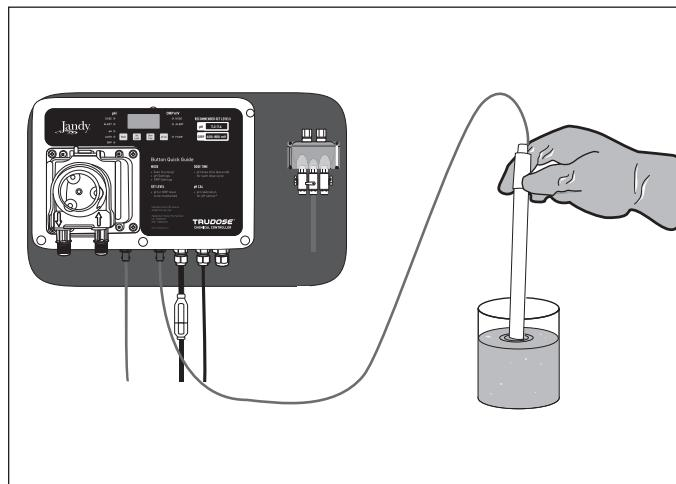

Figura 16. Verifique los sensores
- Con el sensor todavía conectado al controlador, ponga el sensor en un vaso limpio con agua del grifo. Consulte la Figura 16.
- Ponga el sensor en un vaso limpio con agua del grifo. La lectura debe estar entre 200 mV y 400 mV. Consulte la Figura 16.